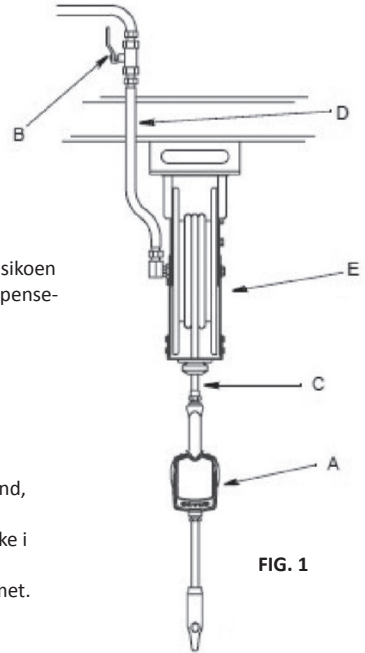

FIG. 1
FIG. 1 viser en typisk installation med slangerulle.
1. Luk for væskens lukkeventil (B, FIG. 1) på hver dispenseringsposition.
5. Luk langsomt for lukkeventilen (B, FIG. 1) ved dispenseringspositionen. Gennemskyll med en tilstrækkelig mængde olie for at sikre, at hele systemet er rengjort. Luk for ventilen.